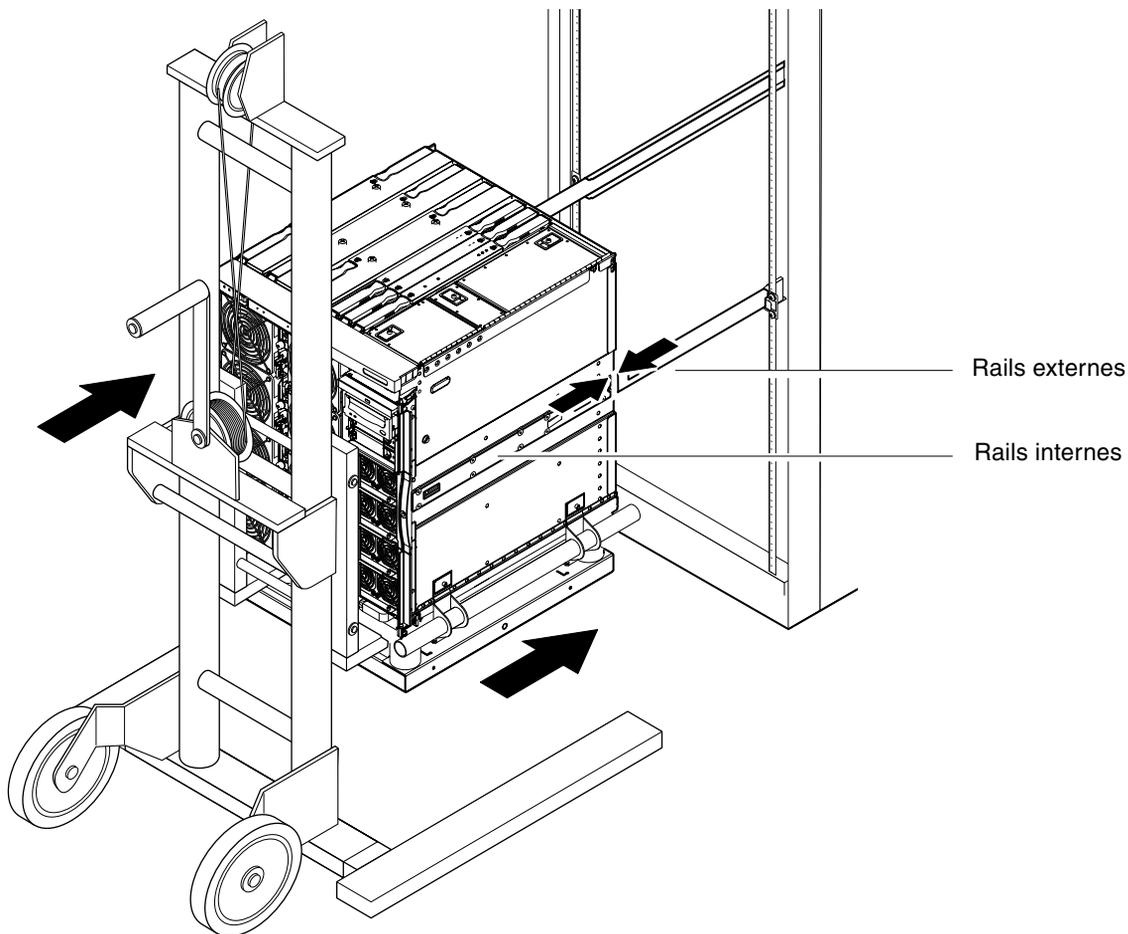

FIGURE 1-11 Alignement des rails
6. Faites avancer doucement le dispositif de levage jusqu'à ce que les rails du serveur s'engagent entièrement dans les rails externes de l'armoire (voir FIGURE 1-11).